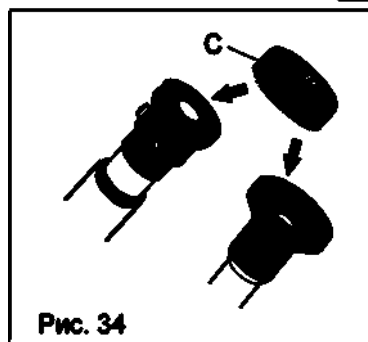

Рис. 34
При применении лазера ND-YAG и работе с эндоскопами с прямым визуальным контролем дополнительно использовать фильтр-насадку (C) (Рис. 34).